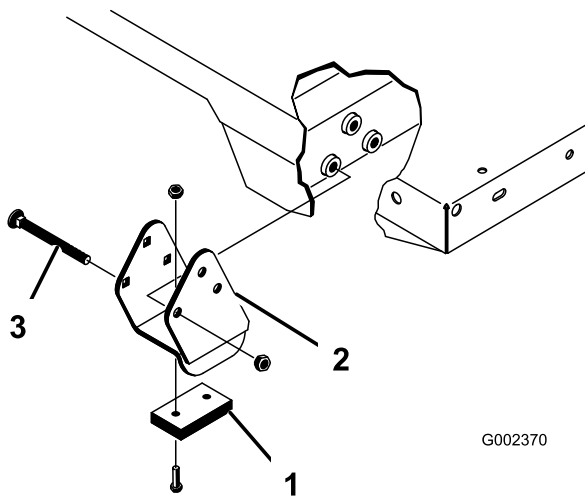

Bild 34
Hinweis: Stellen Sie sicher, dass die Distanzstücke und die Verschleißblöcke (Bild 34) so eingesetzt sind, dass die Köpfe der Schlossschrauben an der Innenseite der Maschine sind.
2. Setzen Sie die Pritsche vorsichtig auf den Fahrzeugrahmen. Richten Sie die hinteren Schwenkplattenlöcher der Pritsche mit den Löchern am hinteren Rahmenkanal aus und montieren Sie die zwei Lastösenbolzen und Klapenstecker (Bild 34).
3. Befestigen Sie bei abgesenkter Pritsche jedes Ende der Zylinderstange mit einem Lastösenbolzen und einem Klapenstecker an den entsprechenden Einschüben in den Befestigungsplatten der Pritsche. Setzen Sie den Lastösenbolzen von der Außenseite der Pritsche ein. Der Klapenstecker sollte außen (Bild 34). Die hinteren Einschübe sind für die Montage der großen Pritsche und die vorderen Einschübe sind für die Montage der 2/3 Pritsche gedacht.